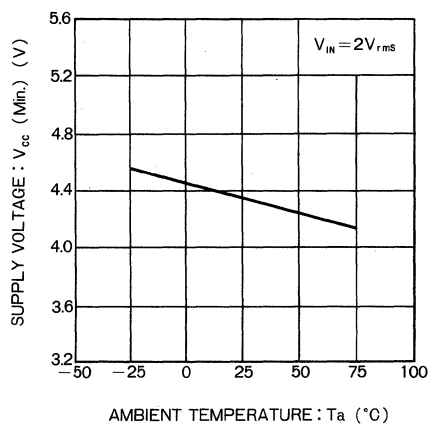

Fig.6 16点目点灯限界電源電圧—周囲温度特性
2) 16 点目の電源電圧による点灯限界は, 温度により Fig.6 に示すような特性をもっていますので注意してください。